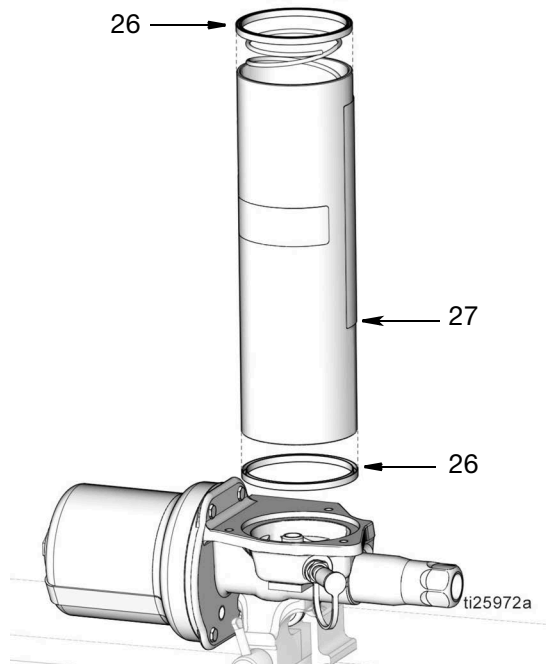

FIG. 56
11. Mettre les joints (26) du réservoir en haut et en bas du réservoir (27) comme montré sur la FIG. 56.